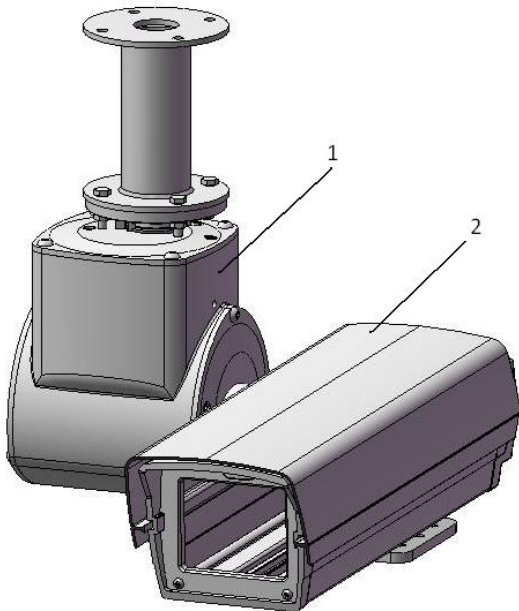

图 13 侧装云台的吊装模式
- 3. 将侧装板按照 7.2.1 中的描述按照正确的吊装方向装上。（见图 13）